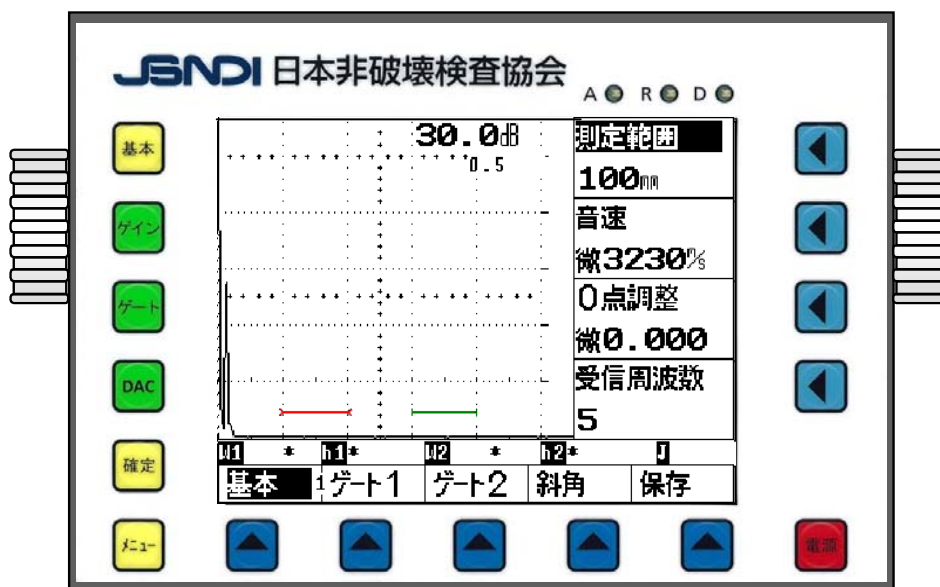

図1 初期画面
○初期画面は、図1に示すとおりで、画面上部にゲイン値と小さくゲインの変化量（ピッチ）が表示され、右側に測定範囲、音速、0点調整、受信周波数が表示されている。初期化直後には、測定範囲は100mm、音速は3230m/sである。ゲート1の起点は20mmで幅が20mm、ゲート2は起点が60mmで幅が20mm、ゲート高さはいずれも10%になっている。
キーをもう一度押しと“微”の文字が数値の前に表示されて、数値を細かく変更させる事ができる。（例：図1の音速の3230m/sの前にある文字）
○途中で操作が分からなくなった場合、 キーを押すと図1の初期画面と同じ構成の表示になる。
①初期画面では、図1のように、ゲート1（赤色）